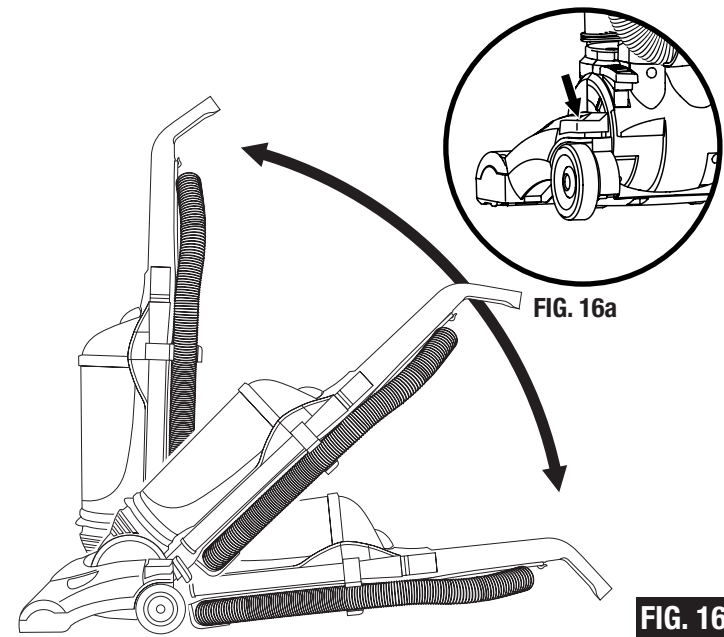

FIG. 16
Step 7: Use Handle Release. (FIG. 16) Step on handle release (FIG. 16a) and pull handle back to a comfortable position. Press again to lower handle further to clean under furniture. Return to full upright position to use the hose and attachments.
Paso 7: Uso del dispositivo de liberación de la manija. (FIG. 16) Pise el dispositivo de liberación de la manija (FIG. 16a) y tire de la manija hacia atrás hasta quedar en una posición cómoda. Oprima el dispositivo de nuevo para bajar la manija aún más para limpiar debajo de los muebles. Vuelva a colocar la manija en su posición vertical para usar la manguera y los accesorios.